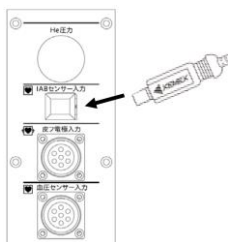

図 6. 光センサコネクタ接続
- (4) IABP コンソール ZUIRYU を使用の場合は、光センサコネクタ先端の保護カバーを取り外し、コネクタの▲マークを上にして、駆動装置側の IAB センサ入力部にクリック音がするまで差し込む。この時、光センサコネクタ部の接続部を触ったり、傷付けたり、水で濡らしたりしないよう、取扱いに注意すること。(図 6 参照)**